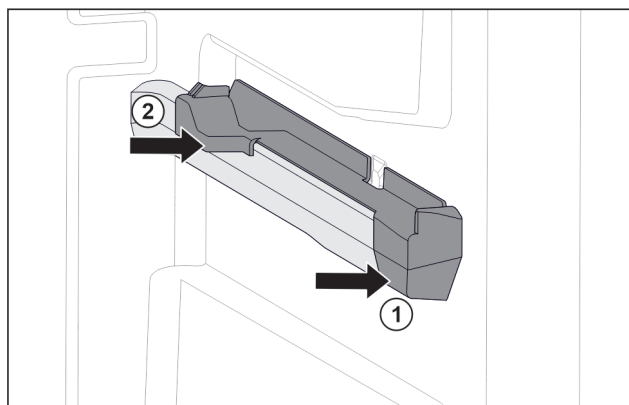

Fig. 119 Nasazovací díl na pravém žebrování na nádoby
- Nasadte nasazovací díl na žebrování na nádoby. Fig. 119 (1)
- Přitlačte nasazovací díl k zadní části. Fig. 119 (2)